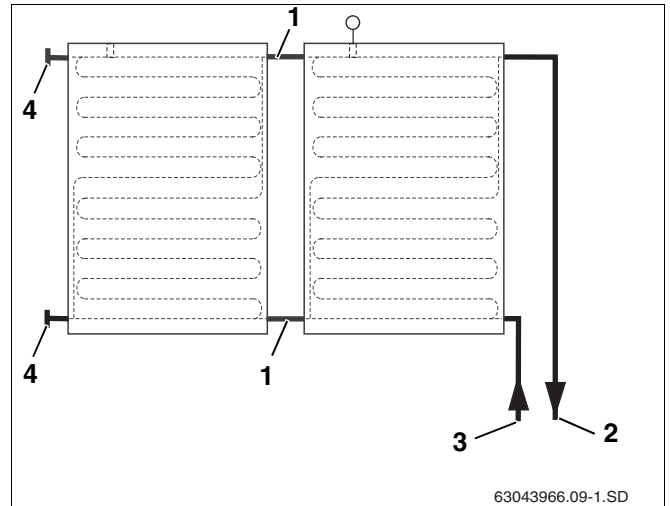
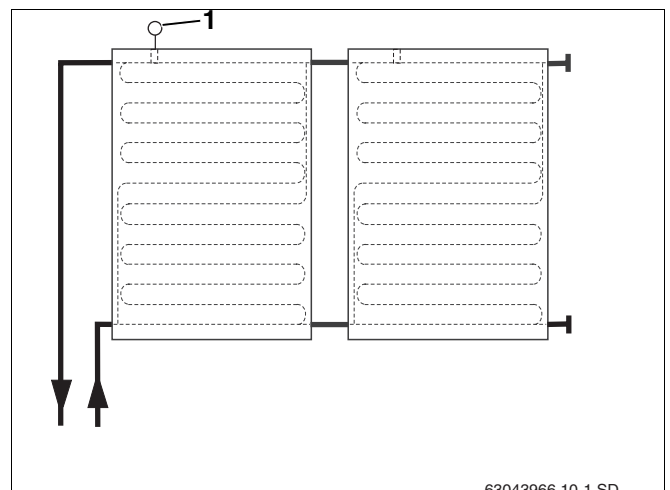

Fig. 36 Ligação hydr. à direita, até um máximo de 5 colectores
Fig. 37 Ligação hydr. à esquerda, até um máximo de 5 colectores
Os colectores devem ser instalados de forma a que as passagens do sensor para a recepção do sensor do colector (fig. 37, **item 1**) se encontrem em cima.
Os tubos de ligação hidráulica podem ser ligados à direita (fig. 36) ou à esquerda (fig. 37). Nestas instruções, os tubos de ligação estão representados do lado direito.
Pode efectuar a ligação unilateral até uma dimensão de campo de colectores com um máximo de 5 colectores (fig. 36 e fig. 37).